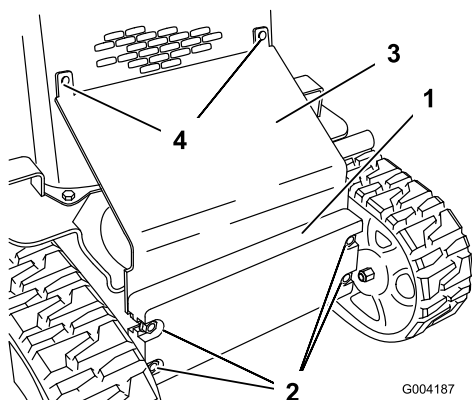

Figura 25
2. Afloje los tornillos que fijan el contrapeso delantero (Figura 25).
3. Retire los pernos de cuello cuadrado y las tuercas que fijan el protector térmico (Figura 25).
10. Deslice el protector térmico entre el bastidor y el contrapeso delantero, y fíjelo a la rejilla delantera usando los pernos de cuello cuadrado y tuercas que retiró anteriormente (Figura 25).
11. Apriete los pernos que sujetan el contrapeso delantero (Figura 25).